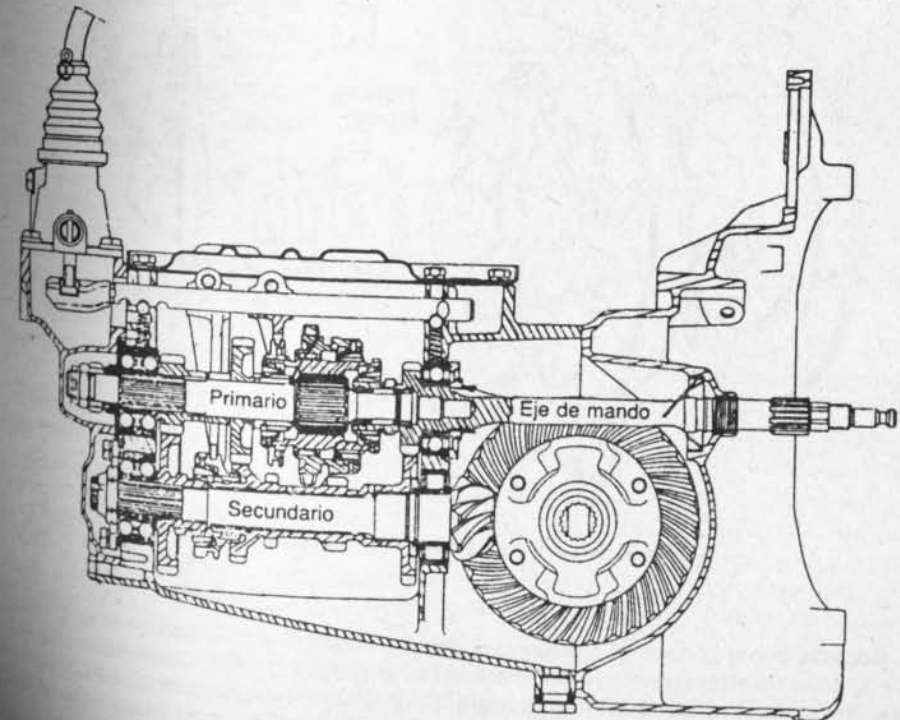

Fig. 5-1.— Caja de cambios y diferencial de Citroën 2CV, 1968
1. Conjunto embrague-caja de cambios-diferencial.— Los vehículos Citroën tienen el embrague, caja de cambios y diferencial en una caja común (Fig. 5-1), que se instala tras el motor.